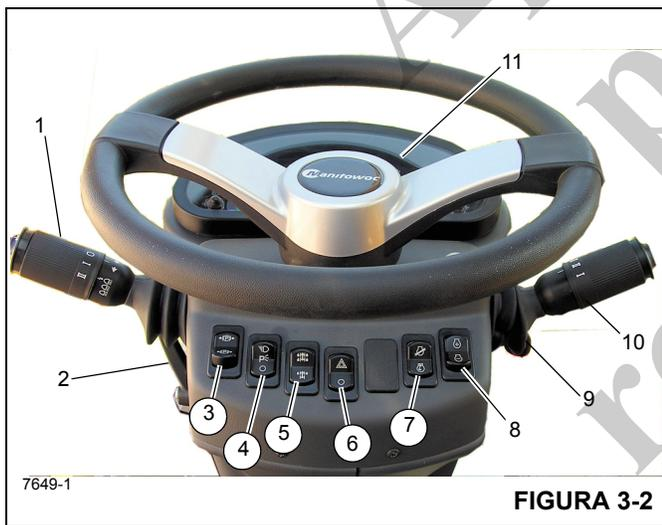

FIGURA 3-2
O conjunto da coluna de direção na Figura 3-2 é uma coluna de direção de pedestal inclinável e telescópica. Ela pode ser inclinada 30° para a frente ou elevada verticalmente cerca de 6,4 cm (2.5 pol.). Inclui também a chave de ignição e o mostrador de indicadores do barramento CAN (11) (Figura 3-2).
Números dos itens da Figura 3-2
A alavanca da sinaleira direcional e controles do limpador/lavador do para-brisa (1) Figura 3-2 localizam-se no lado esquerdo da coluna de direção. Empurrar a alavanca da sinaleira direcional para baixo faz com a sinaleira direcional esquerda dianteira e a esquerda traseira pisquem. Empurrar a alavanca da sinaleira direcional para cima faz com a sinaleira direcional traseira direita e a dianteira direita pisquem.
A coluna de controle de direção pode ser girada aproximadamente 30° para a frente e elevada cerca de 6,4 cm (2.5 pol.). Movimente a alavanca de controle (2) Figura 3-2 para baixo para travar a coluna de direção no lugar; girar a coluna de direção para cima libera a coluna de direção para ajuste.
A chave de controle do freio de estacionamento (3) Figura 3-2 localiza-se na frente da coluna de direção. Esta chave de duas posições (Liga/Desliga) é usada para acionar e liberar o freio de estacionamento no conjunto motor-transmissão. A luz indicadora do freio de estacionamento na coluna de direção acende quando a chave de pressão no sistema de liberação do freio for ativada e o freio for aplicado.
A chave dos faróis (4) Figura 3-2 localiza-se na frente da coluna de direção. Esta chave de três posições (OFF/PARK/HEADLIGHT) (DESLIGA/ESTACIONAMENTO/FAROL) controla a operação das luzes dos instrumentos, dos LEDs das chaves e das luzes do marcador na dianteira, traseira e na lateral do guindaste. Quando a chave estiver na posição Ligada, as luzes da coluna da direção e da chave acendem.
A chave seletora do eixo de tração (5) Figura 3-2 localiza-se na frente da coluna de direção. Esta chave de duas posições é usada para selecionar tração nas duas rodas (faixa alta) ou tração nas quatro rodas (faixa baixa). A chave controla uma válvula solenoide (energizada pela tração em duas rodas) que opera a faixa de velocidade e os cilindros de desconexão do eixo da transmissão. Quando a chave é colocada na posição de tração nas quatro rodas, a luz indicadora do eixo de tração na coluna de direção acende.
A chave seletora das luzes de perigo (6) Figura 3-2 localiza-se na frente da coluna de direção. A chave tem duas posições (ON/OFF) que fazem com que as quatro luzes da sinalização direcional pisquem ao mesmo tempo quando a chave é posicionado em ON. Quando a chave estiver na posição Ligada, as luzes indicadoras da sinalização direcional na coluna de direção piscam.
A chave de diagnóstico/controle da rotação do motor (7) (Figura 3-2) é uma chave de duas posições fixas (ON/OFF) (Liga/Desliga) usada para acessar os códigos de falha do motor ou para ativar o controle de baixa rotação do motor e as funções de rotação do motor.
**Função de diagnóstico** — Com a chave de ignição na posição RUN (Funcionar) e o motor desligado, pressione a parte superior da chave de diagnóstico/controle da rotação do motor para visualizar os códigos de falha do motor no mostrador da coluna de direção. Se houver mais de um código de falha do motor ativo, use a chave de incremento/decremento (8) (Figura 3-2) para avançar e retroceder os códigos
**Função da baixa rotação do motor** — Com o motor funcionando e a parte superior da chave de diagnóstico/controle de rotação do motor pressionada, a baixa rotação do motor é ajustada por meio da chave de incremento/decremento (8) (Figura 3-2).
**Função da rotação do motor** — Com o motor funcionando e a parte inferior da chave de diagnóstico/controle de rotação do motor pressionada, a rotação do motor é ajustada por meio da chave de incremento/decremento (8) (Figura 3-2).
A chave de incremento/decremento (8) (Figura 3-2) é uma chave temporária de três posições em que a posição central fixa é a posição OFF (Desligada). Use esta chave para avançar e retroceder os códigos de falha ativos ou ajustar a rotação do motor.
**Função de diagnóstico** — Com a chave de ignição na posição RUN (Funcionar), o motor desligado e a parte superior da chave de diagnóstico/controle da rotação do motor (7) (Figura 3-2) pressionada, pressione a parte superior ou inferior da chave de incremento/decremento para avançar ou retroceder os códigos de falha ativos indicados no mostrador da coluna de direção. Se não houver códigos de falha do motor, o mostrador da coluna de direção indicará zeros.
**Função de rotação baixa do motor** — Com o motor funcionando e a parte superior da chave de diagnóstico/controle da rotação do motor (7) (Figura 3-2) pressionada, pressione a parte superior ou inferior da chave de incremento/decremento para aumentar ou diminuir a baixa rotação do motor.
**Função da rotação do motor** — Com o motor funcionando e a parte inferior da chave de diagnóstico/controle de rotação do motor (7) (Figura 3-2) pressionada, a rotação do motor é ajustada por meio da chave de incremento/decremento. Pressione rapidamente a parte superior da chave uma vez para ir para rotação máxima; pressione rapidamente a parte inferior da chave para retornar à baixa rotação. Se a rotação do motor estiver abaixo do ajuste máximo da rotação, manter pressionada a parte superior da chave aumenta lentamente a rotação do motor; libere a chave depois de atingir a rotação desejada. Se a rotação do motor estiver acima do ajuste mínimo da rotação, manter pressionada a parte inferior da chave diminui lentamente a rotação do motor; libere a chave depois de atingir a rotação desejada.
A alavanca de câmbio (10) Figura 3-2 localiza-se no lado direito da coluna de direção. A alavanca de controle aciona a válvula seletora da transmissão eletricamente. Posicionar a alavanca para cima aciona o AVANÇO e posicionar a alavanca para baixo aciona a RÉ. Quando a alavanca está em NEUTRO, ela permanece em um recorte. Para movimentar a alavanca para cima ou para baixo, puxe primeiro a alavanca para cima. Para mudar a transmissão da PRIMEIRA até a SEXTA marcha, gire o botão para o número apropriado.